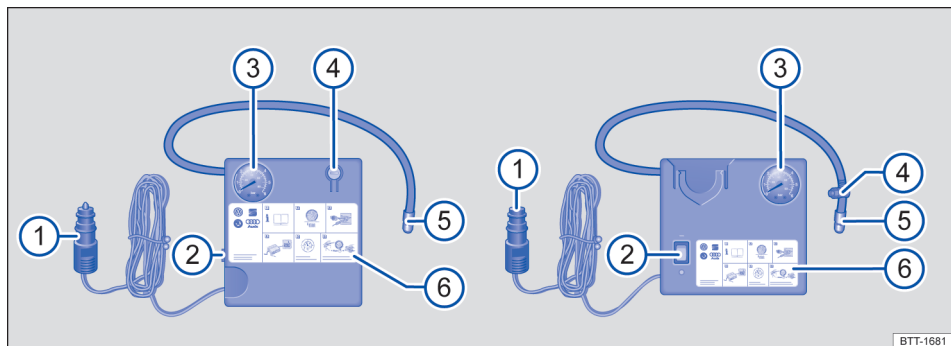

Fig. 212 Representação esquemática: compressor do kit de reparo dos pneus.
O compressor do kit de reparo dos pneus é composto dos seguintes componentes → Fig. 212:
- Rosquear a mangueira de enchimento dos pneus → Fig. 212 ④ do compressor de ar com firmeza na válvula do pneu.
- Verificar se o parafuso de sangria de ar → Fig. 212 ② está fechado.
- Conectar o conector do cabo de 12 V → Fig. 212 ⑤ numa tomada 12 V no veículo → Página 185.
- Ligar o compressor de ar com o interruptor ON-OFF → Fig. 212 ①.
- Deixar o compressor de ar funcionar até atingir 2,0 – 2,5 bar (29 – 36 psi / 200 – 250 kPa) → ⚠. **Tempo de funcionamento máximo: 8 minutos** → ①.
- Reconectar a mangueira de enchimento dos pneus → Fig. 212 (4) e ler a pressão dos pneus no indicador da pressão dos pneus → Fig. 212 (3).